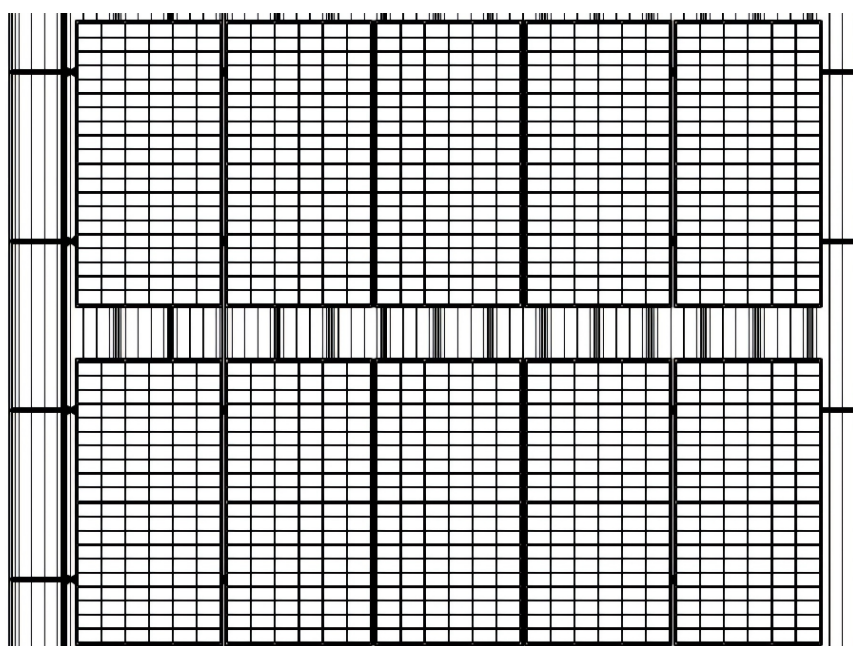

図 7-13
- すべての製品が取り付け終わるまで続けます (図 7-13)。